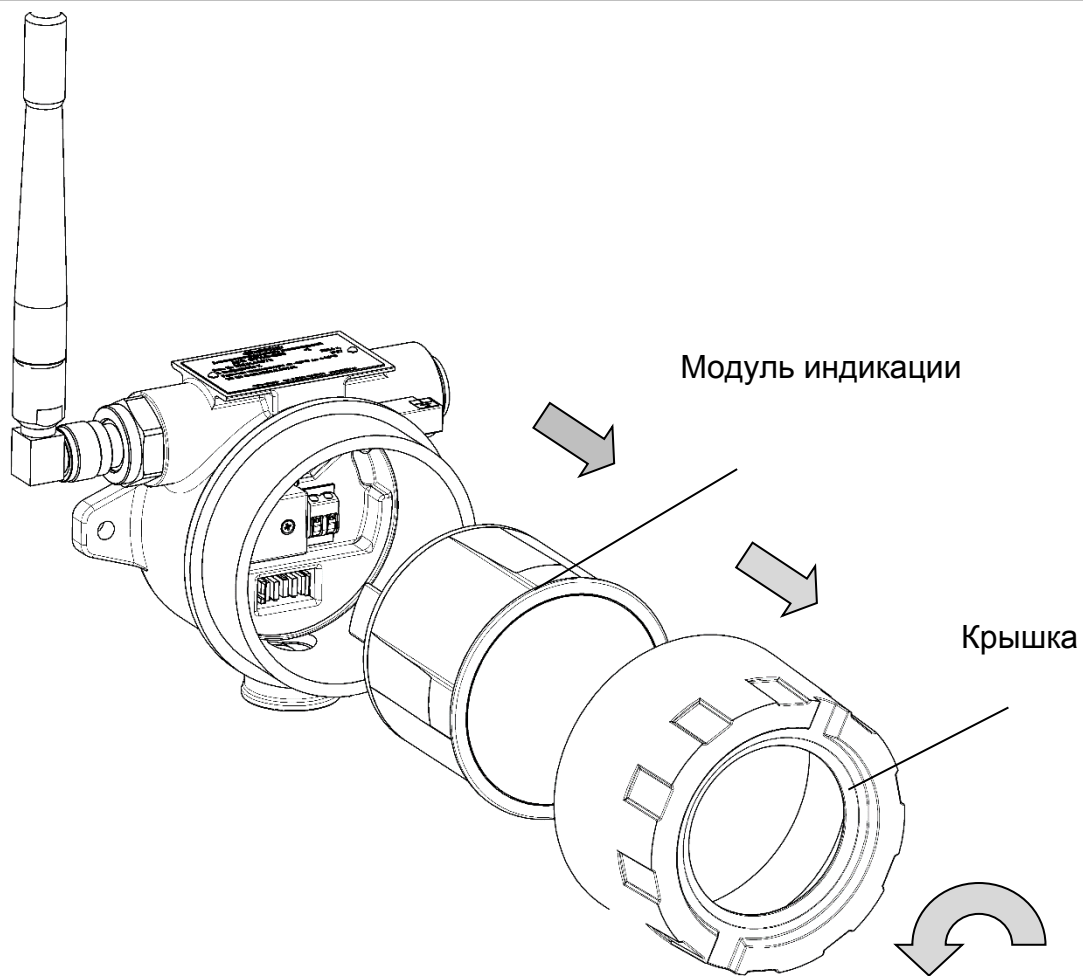

Рисунок 8 – Схема разбора
- а) Открутить стопорный винт в крышке ретранслятора (рис.8).